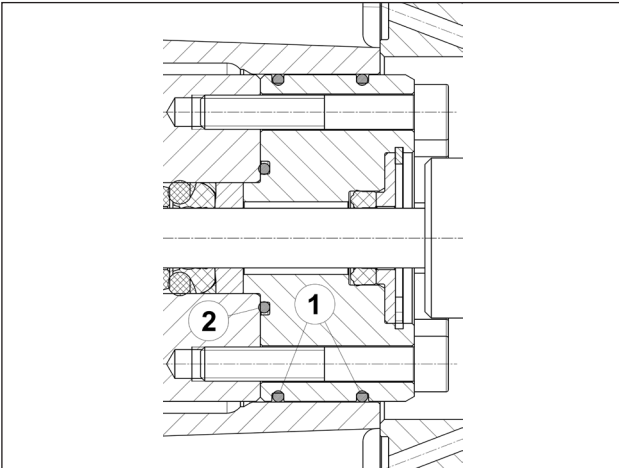
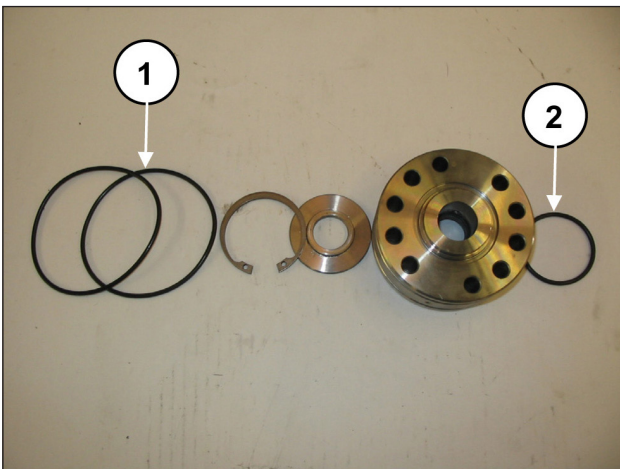

Abb. 127
Abb. 128
Bauen Sie den Dichtungshalter (Abb. 127 und Abb. 128) ein und tauschen Sie die Bauteile ① und ② aus.